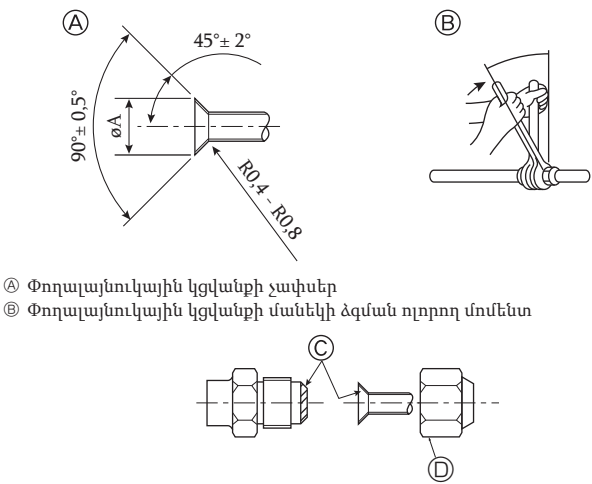

Fig. 4-7
Ա (Fig. 4-7)
Բ (Fig. 4-7)
4.4. Խողովակների միացում (Fig. 4-7)